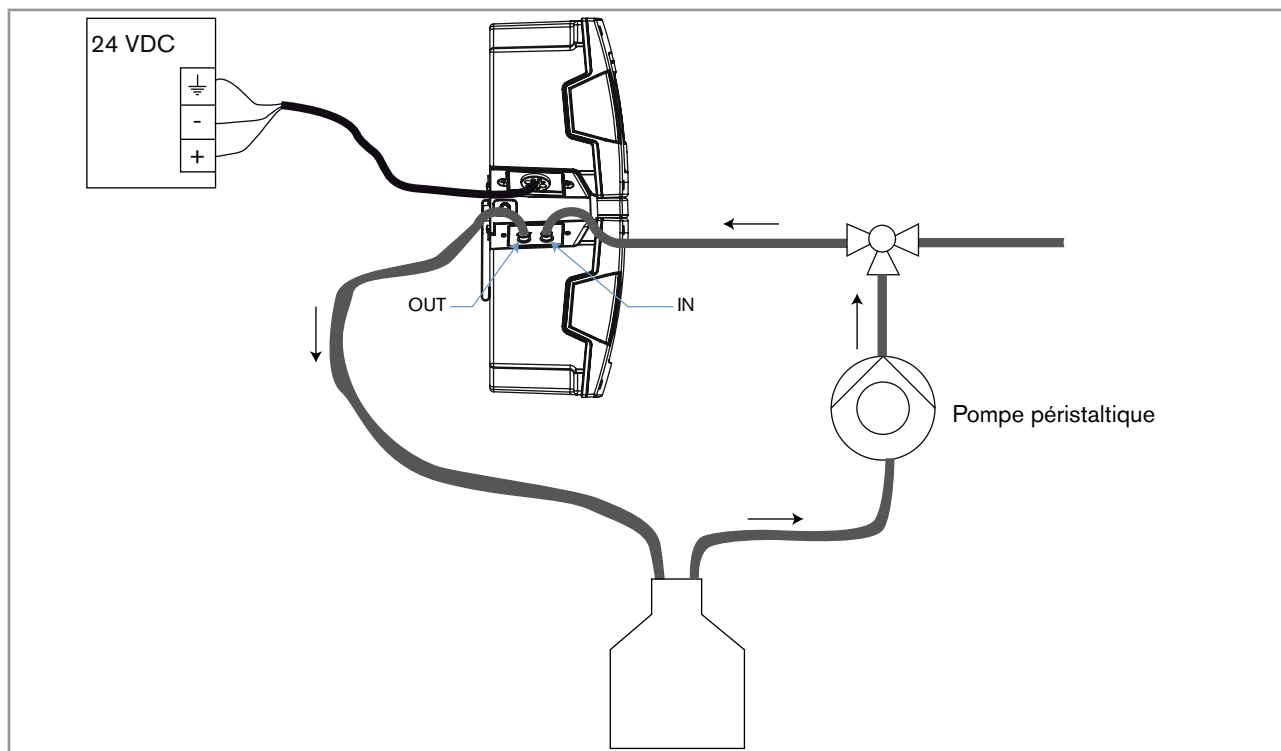

Fig. 3 : Installation pour l'étalonnage du produit dans un système type 8905
1. Raccorder une pompe péristaltique dans le circuit d'arrivée de l'échantillon d'eau du système, tel que décrit dans la Fig. 3. Si les raccordements fluidiques ne sont pas effectués correctement, le produit et le système peuvent être endommagés car la pression dans le produit et le système est trop élevée.